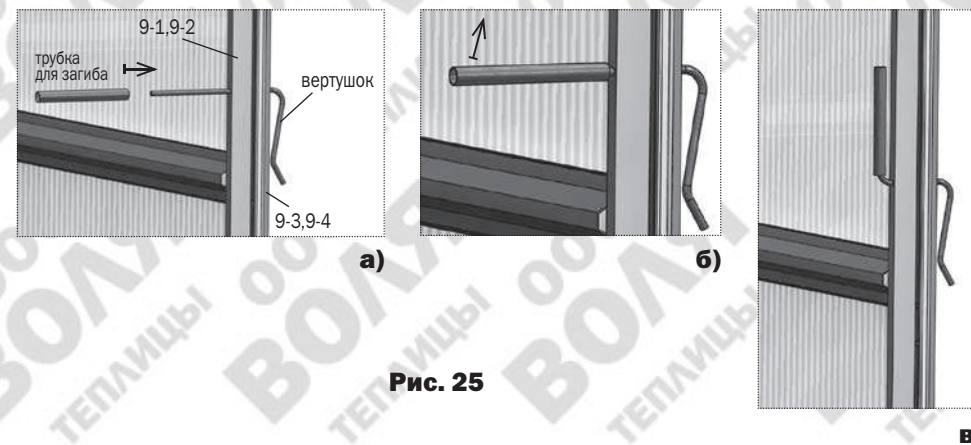

Рис. 25
12. Проволочный вертушок для запирания дверей и форточек вставляется в отверстия стоек дверного проема прямым концом с наружной стороны до упора. С помощью трубки выполняется загиб внутреннего прямолинейного конца рукой вверх (**рис. 25**). Такая конструкция вертушка позволяет упруго прижимать двери и форточки торцов в закрытом состоянии, находясь как снаружи так и внутри теплицы.